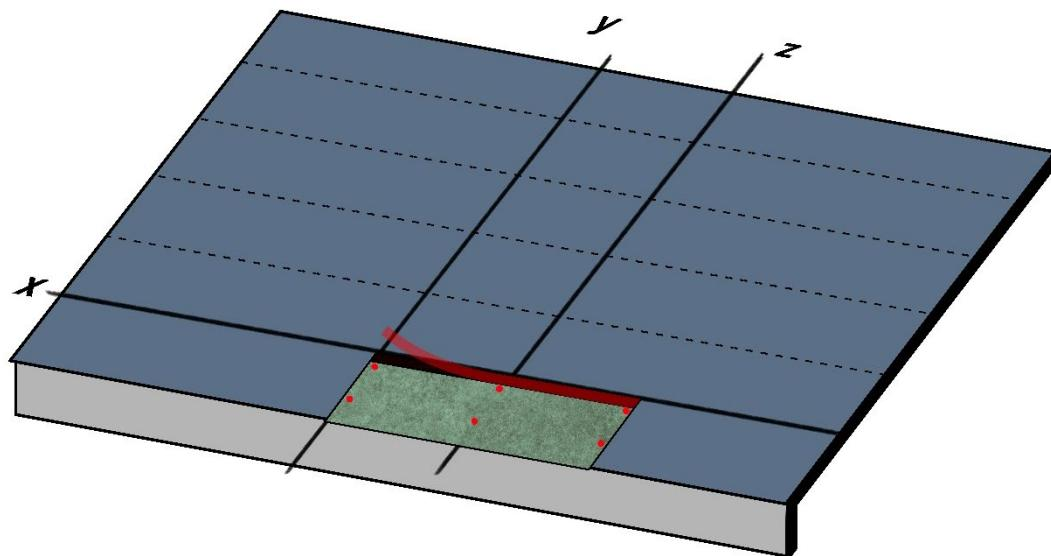
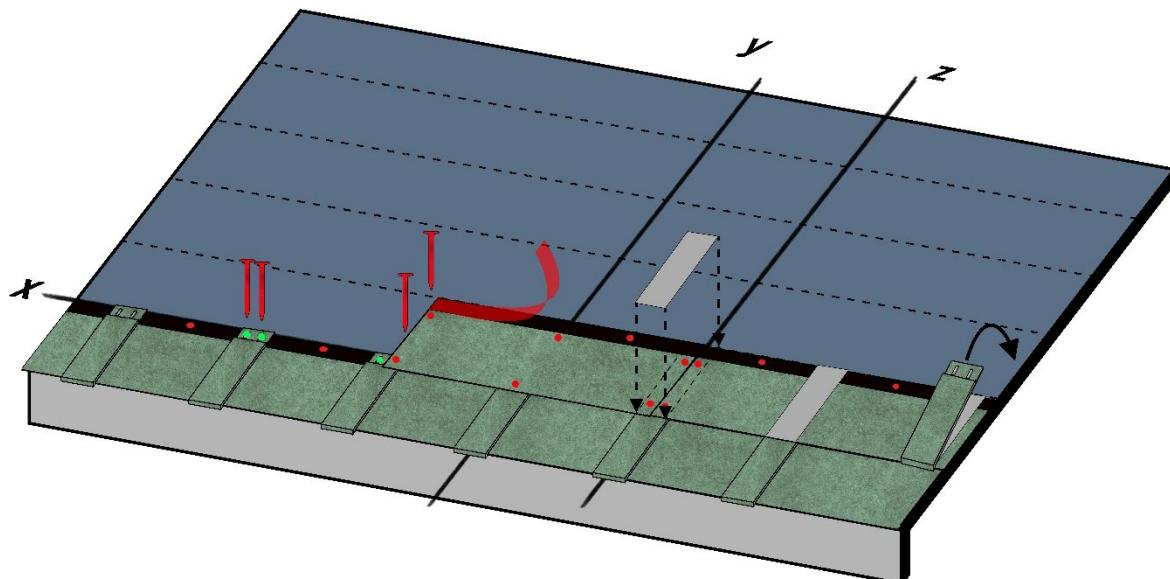
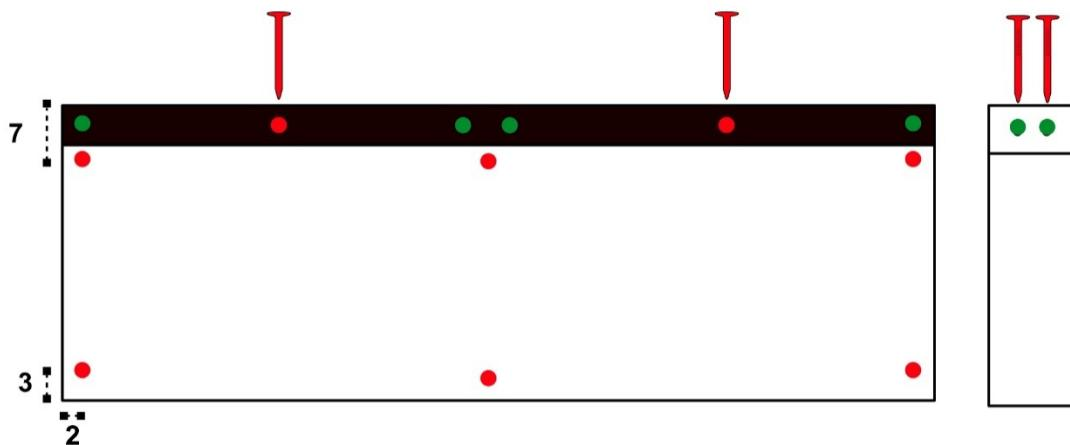

Fig. 6 - Posa della prima tegola
Fig. 10 – Posa della seconda fila di tegole
Fig. 11 – Chiodatura tegole
- Procedere con la posa della prima tegola: allineare il bordo laterale sinistro della prima tegola sulla verticale **y** e il bordo superiore sull'orizzontale **x**. Rimuovere il film protettivo dalla fascia autoadesiva superiore, Fig. 6. Fissare la tegola al sottofondo con dei chiodi inox posti a circa 2 cm dalle estremità laterali della tegola e nella sua mezzeria (posizione dei chiodi rossi di Fig. 11).
- Procedere con la posa della seconda fila di tegole: allineare il bordo laterale della prima tegola sulla verticale z e il bordo superiore sull'orizzontale distante 29 cm da x - Fig. 10. Rimuovere la pellicola di protezione dalla fascia autoadesiva superiore della tegola. Chiodare la tegola al sottofondo posizionando i chiodi inox, come da chiodi rossi di Fig. 11. I chiodi verdi indicati in Fig. 11, sono quelli che andranno a fissare i Compact Clips. Procedere con la posa di tutte le tegole della fila in modo analogo, applicare i Compact Strips e i Compact Clips e fissarli - Fig. 10.